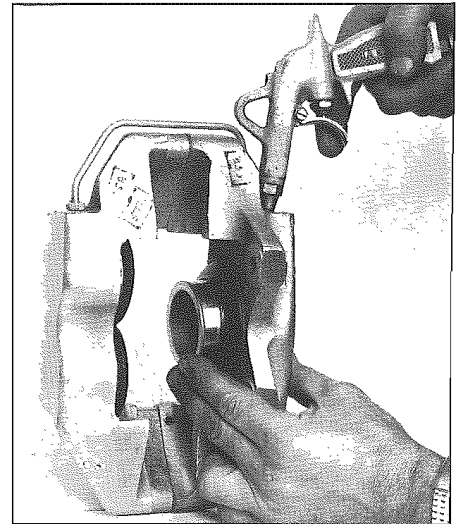

Fig. 10 - Inserire una pistola ad aria compressa
- Inserire una pistola ad aria compressa nei fori liberi ed espellere **con cautela** i pistoni (**Fig. 10**). Proteggere le teste dei pistoni con materiale che non causi ammaccature.
- Place a compressed air gun in the free holes and **with caution** throw out pistons (**Fig. 10**). Protect pistons heads using a suitable material that will not dent them.